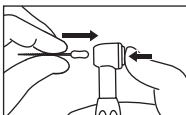

Fig. 2
- Insérez la poignée de l'instrument dans la pièce de serrage (Fig.2) et relâchez le bouton.